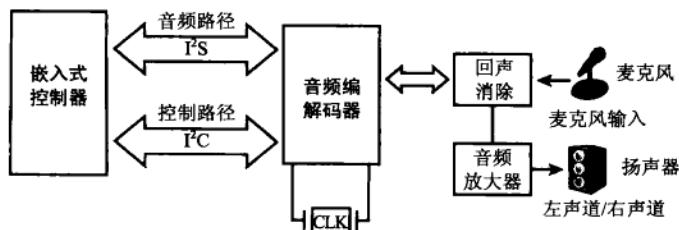

图13-2 嵌入式系统的音频连接
- I²S规范可从www.nxp.com/acrobat_download/various/I2SBUS.pdf下载，是飞利浦公司提出的编解码器接口标准。图13-2所示的嵌入式设备使用I²C将音频数据发送给编解码器。对编解码器的I/O寄存器的编程通过I²C总线进行。